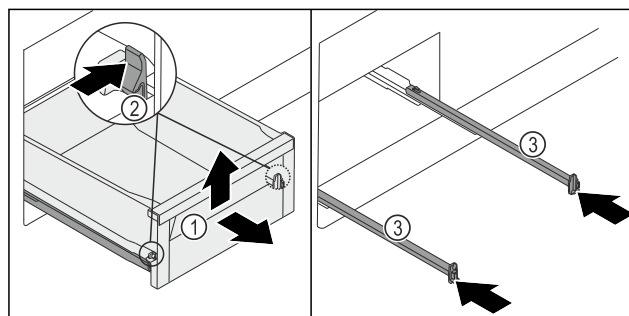

Fig. 125
- Schuifvak Fig. 125 (1) zo ver mogelijk naar buiten trekken.
- Klem Fig. 125 (2) links en rechts gelijktijdig naar binnen drukken.
- Schuifvak Fig. 125 (1) komt los van de rails.
- Schuifvak Fig. 125 (1) aan de voorkant optillen.
- Schuifvak Fig. 125 (1) naar voren wegnemen.
- Rails Fig. 125 (3) naar binnen schuiven.